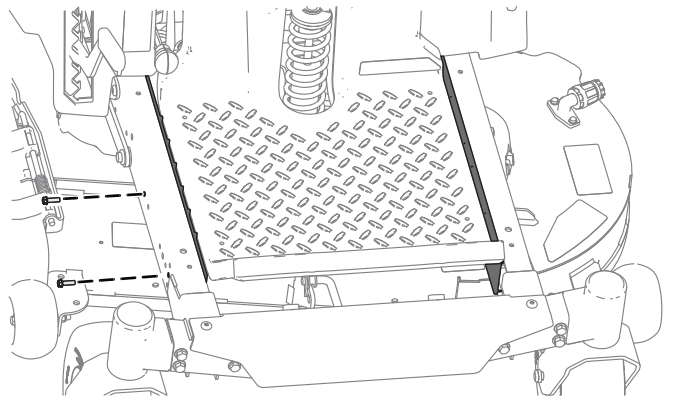

Figura 3
2. Remova as proteções em ambos os lados da estrutura (Figura 3).
proteções (página 6) como se mostra na Figura 3.